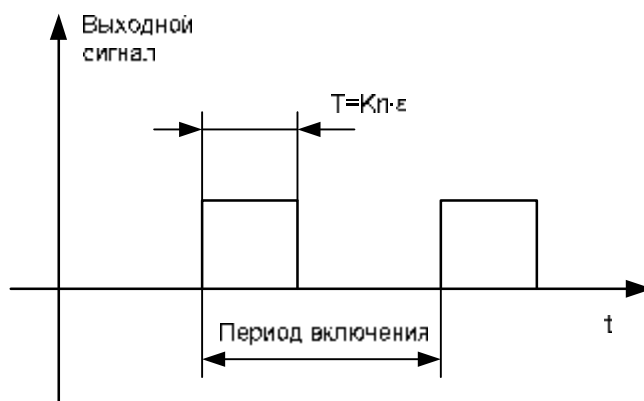

Рисунок 2. Широтно-импульсной модуляцией выходного сигнала.
2.4.8. Давление газа, воздуха регулируется по пропорциональному закону регулирования с широтно-импульсной модуляцией (ШИМ) выходного сигнала (Рисунок 2).